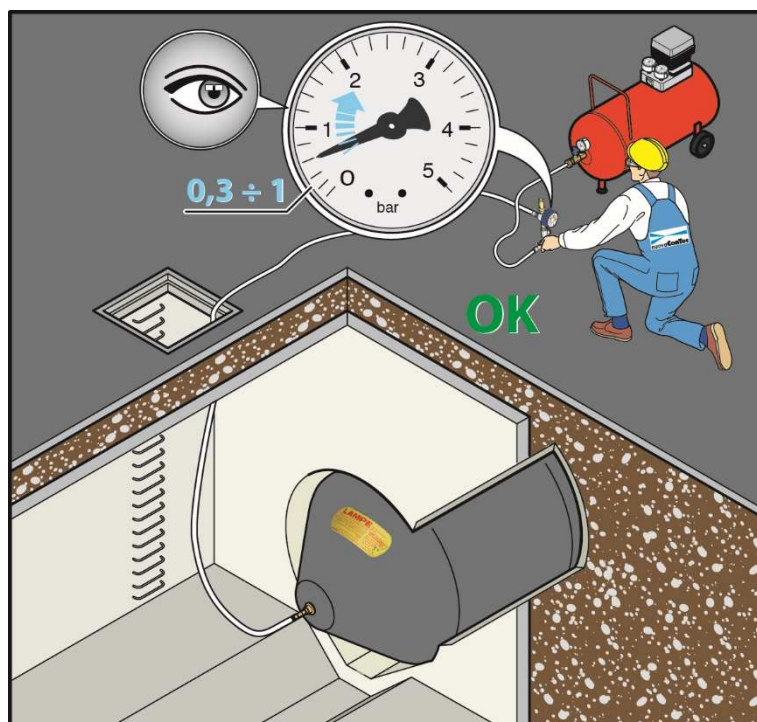

Figura 14 – Fase di gonfiaggio.
- Da una posizione di sicurezza, proseguire l'immissione d'aria, in modo che la pressione salga lentamente (Figura 14).